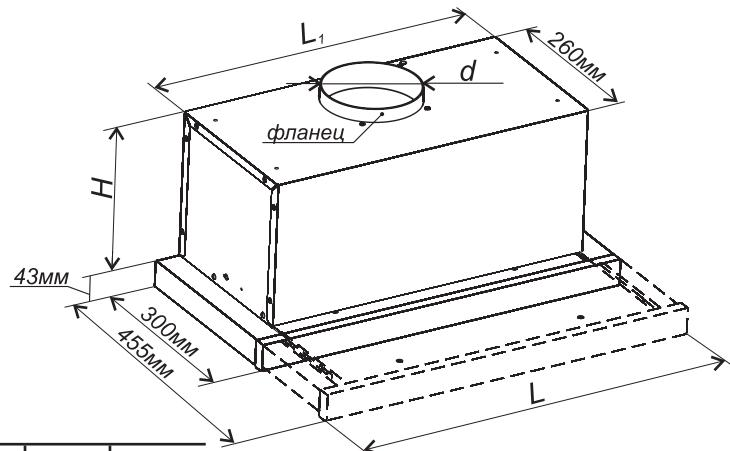

Рис. 1
Габаритные размеры:	см. рис.1
- 6.1 Выбрать расстояние между нагревательной поверхностью плиты и воздухоочистителем (750 мм min.). Прибавив 43 мм (см. рис. 1), Вы определите нижний уровень для навешивания шкафчика.